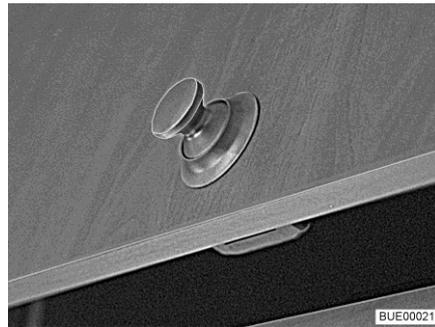
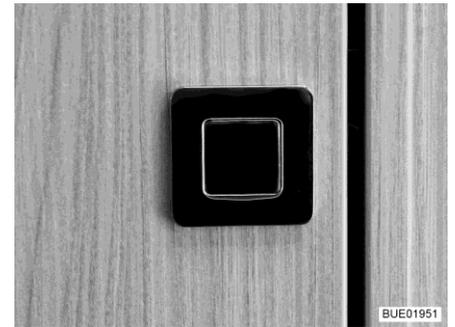

Fig. 67 Sportello del mobile con bottone automatico (tondo)
Fig. 68 Sportello del mobile con bottone automatico (rettangolare)
- Esercitare una pressione sulla parte interna della serratura. Il bottone automatico (Fig. 67 o Fig. 68) scatta all'infuori.